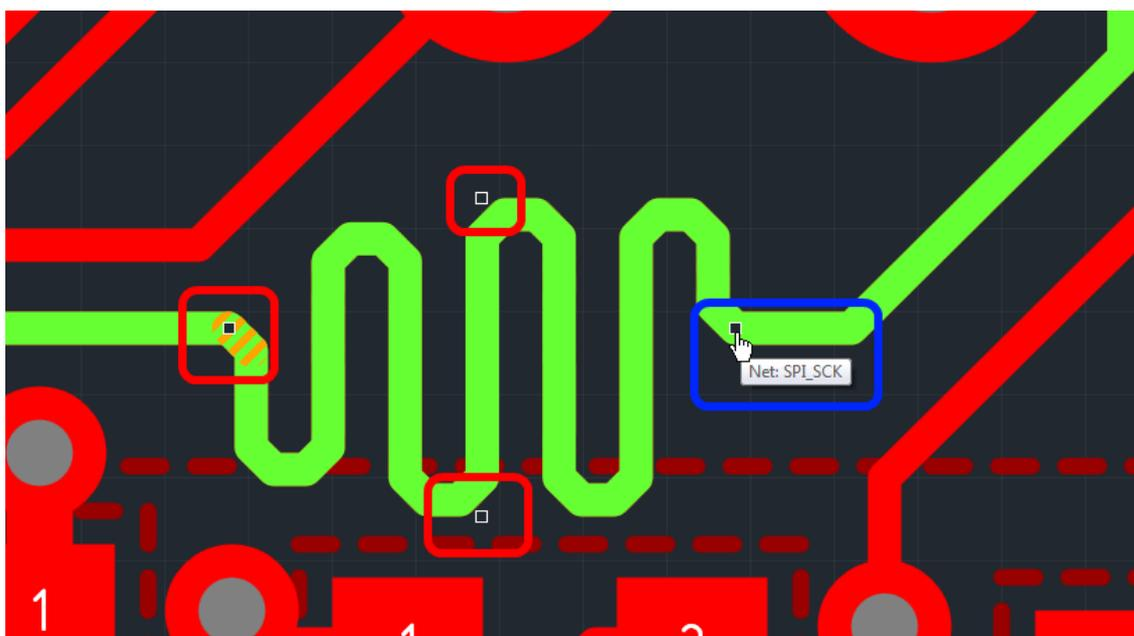

Рис. 79. Точки редактирования области размещения меандра
2. Навести курсор на одну из четырех точек редактирования, ограничивающих область размещения меандра. Вид курсора должен измениться, см. Рис. 79.